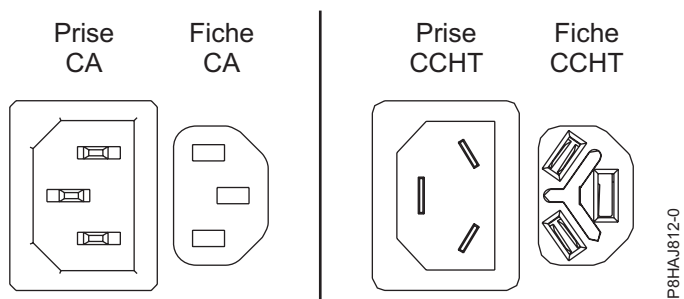
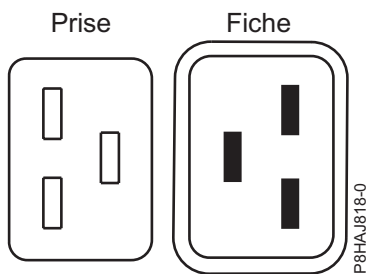
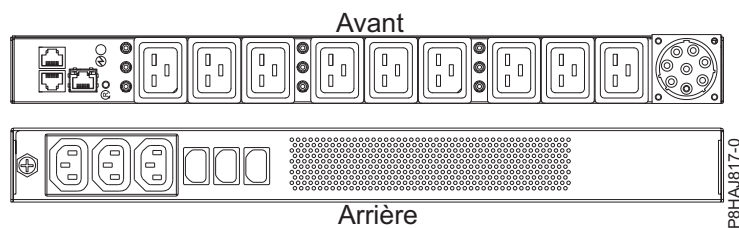

Figure 31. Connecteurs CA et CCHT
Figure 32. Connecteurs pour le système 8408-44E
Figure 33. Unité d'alimentation pour le système 8408-44E
La figure 31, à la page 46 représente les connecteurs pour courant alternatif (CA) et courant continu haute tension (CCHT) pris en charge. Les figure 32, à la page 46 et figure 33, à la page 46 illustrent les